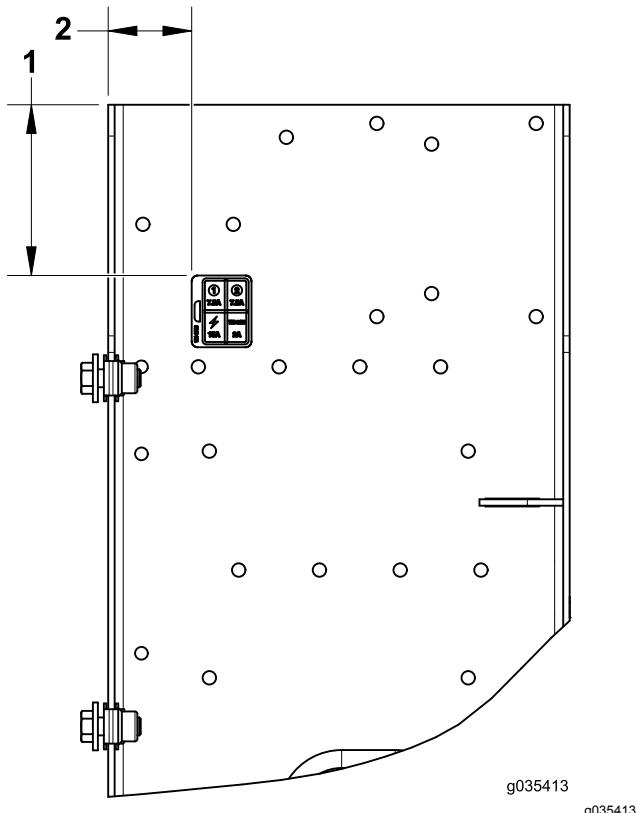

Figura 10
2. Localize e aplique o autocolante de fusíveis no local indicado (Figura 10).